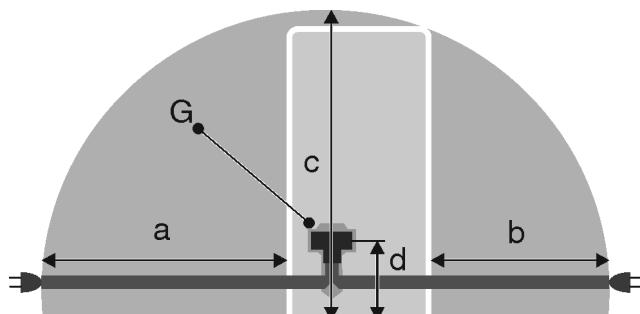

Fig. 54 *
- 插座不是在冰箱后面，而是在区域 a 或 b 内 Fig. 54 (a, b, c)。
- 将设备插头 Fig. 54 (G) 插入设备背面。确保正确地插入到位。